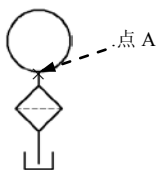

图 17.8.8 绘制圆（一）
(4) 绘制圆。选择下拉菜单    命令，捕捉图 17.8.8 所示的点 A（不要单击），向上移动光标，在命令行中输入数值 18 后按 Enter 键，输入半径值 18 后按 Enter 键结束操作。绘制的圆如图 17.8.8 所示。